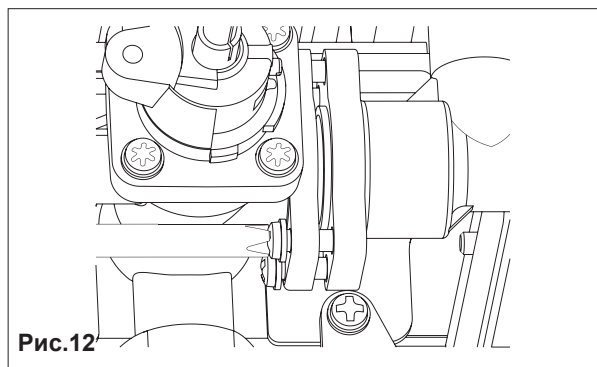

Рис.12
- открутить 4 винта (В) на газовом клапане (рис. 12);